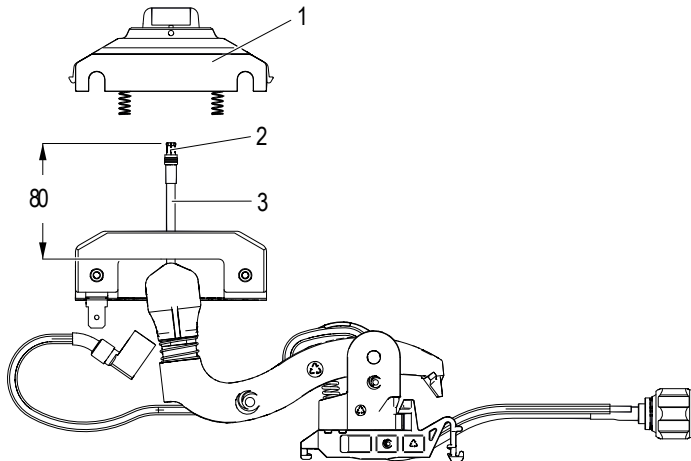

Abb. 151: Abnehmergehäuse (1) von der Datenleitung (HF-Leitung) (3) abziehen
- Das Abnehmergehäuse (1) vom Stecker (2) der Datenleitung (HF-Leitung) (3) abziehen. Die Datenleitung (HF-Leitung) muss ca. 80 mm aus dem Gelenk hervorstehen (siehe Abb. 151)